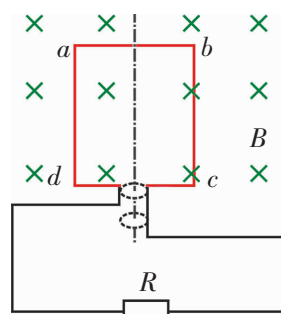

图 2-2-5
4. 如图 2-2-5 所示, 线圈  $abcd$  的面积是  $0.05\text{ m}^2$ , 共  $100$  匝, 线圈总电阻为  $1\ \Omega$ , 外接电阻  $R = 9\ \Omega$ , 匀强磁场的磁感应强度  $B = \frac{1}{\pi}\text{ T}$ . 当线圈以  $300\text{ r/min}$  的转速匀速旋转时, 求: